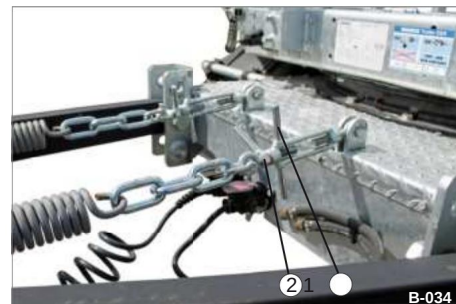

Bild 50 Höjdjustering - Variant 2
• Lossa de två låsmuttrarna (bild 50/2).
• Vrid de två klämfästena skruvarna parallellt (bild 50/1) i önskad riktning.